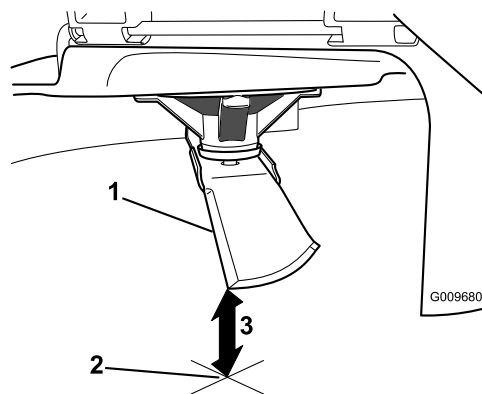

Figura 65
5. Meça da ponta da lâmina até à superfície plana (Figura 65).